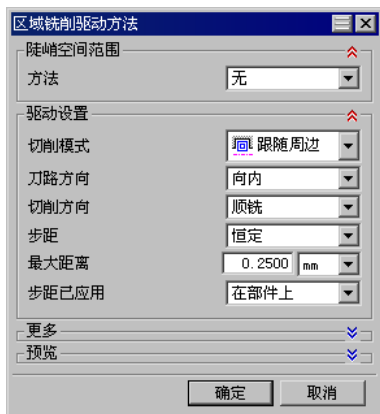

图 13.17 “区域铣削驱动方法”对话框
Step2. 在“区域铣削驱动方法”对话框中设置图 13.17 所示的参数, 然后单击 **确定** 按钮, 系统返回到“轮廓区域”对话框。